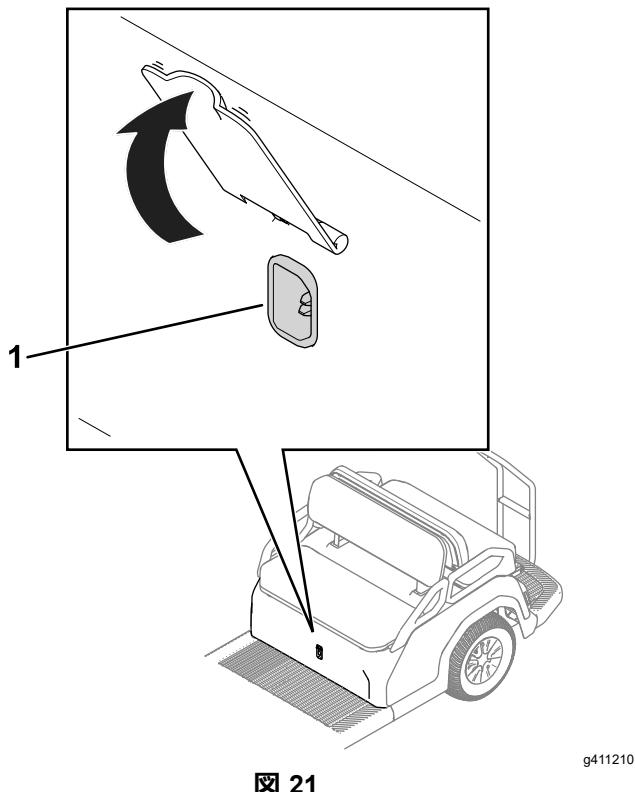

図 21
1. マシーン充電器の出力部に電源コードを接続する図 21。